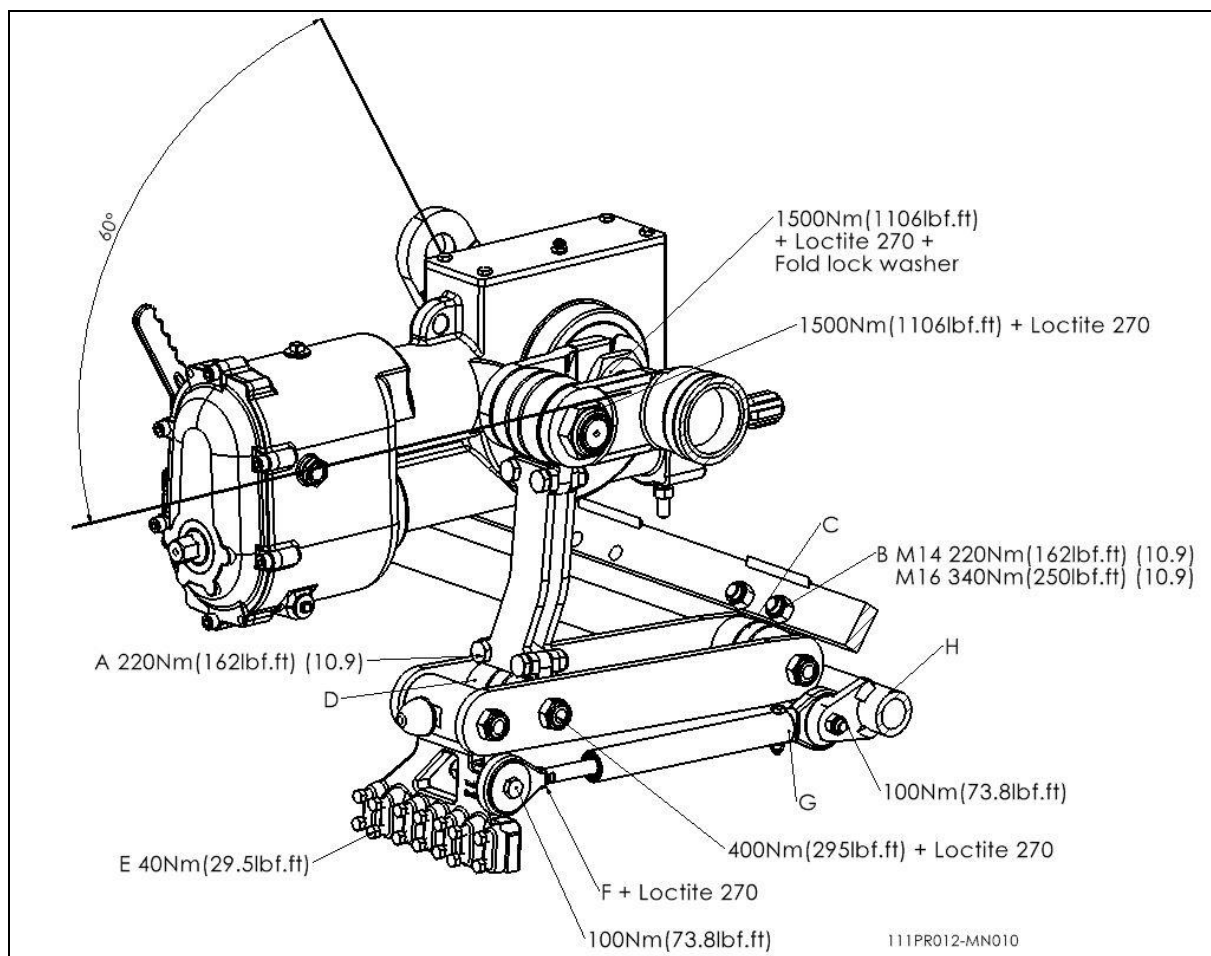

Fig. 8
Nella fig. 8, sono forniti valori delle coppie di serraggio delle viti e dei dadi più importanti. Verificare che le viti e i dadi per i quali non è indicata la coppia di serraggio, siano serrati con coppia di serraggio analoga a quella indicata per le viti e i dadi di dimensione simile. Se le viti e i dadi si allentano da soli.
6. Dopo aver sostituito la manovella e/o il cuscinetto, sostituire le parti nella medesima sequenza con la quale sono state rimosse. Utilizzare loctite ove indicato nella fig. 8.
Nel caso i cui un elemento non fosse allineato con gli elementi adiacenti, l'allineamento può essere corretto come segue (cfr. fig. 8.):